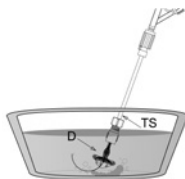

Fig. 09
- Jale el pusher (P), hasta que el dispositivo (D) esté completamente dentro del catéter de transporte (TS) (Fig. 09).